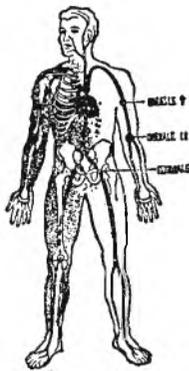

Figura 1 - Principali arterie e punti di pressione.
- per l'**arto inferiore**: l'arteria femorale un po' al di sotto della piegatura della coscia (figura 1).